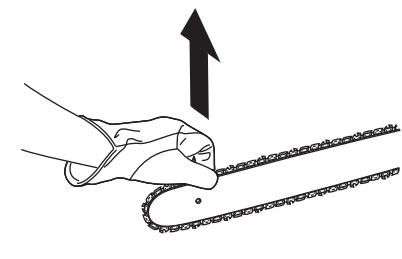

Fig. 34
- Une fois la chaîne ajustée, soulevez l'extrémité du guide pour vérifier qu'elle est correctement tendue (Fig. 34). Si la chaîne est toujours trop détendue, relâchez l'extrémité du guide et tournez la vis de tension de la chaîne d'1/2 tour dans le sens des aiguilles d'une montre. Répétez cette procédure jusqu'à ce que la tension souhaitée soit obtenue.